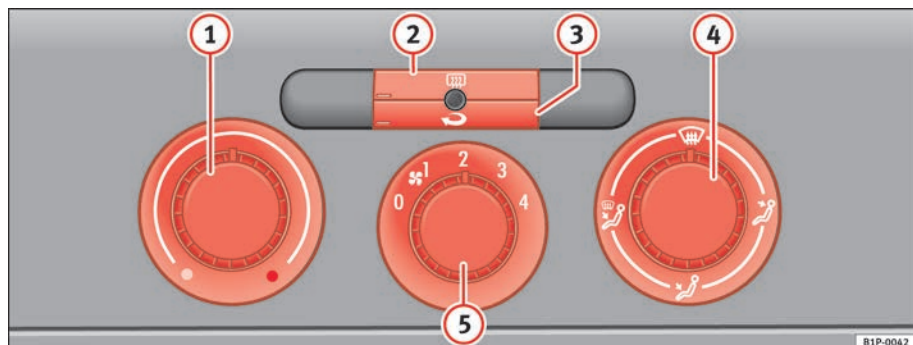

Abb. 107 In der Instrumententafel: Bedienelemente der Heizung
- Mit den Reglern ⇒ Abb. 107 ① und ④ und mit dem Schalter ⑤ stellen Sie die Temperatur, die Luftverteilung und die Gebläsestufe ein.
- Drücken Sie die jeweilige Taste ② bzw. ③, um eine Funktion ein- oder auszuschalten. Bei einer eingeschalteten Funktion leuchtet das Fenster unten links an der Taste auf.